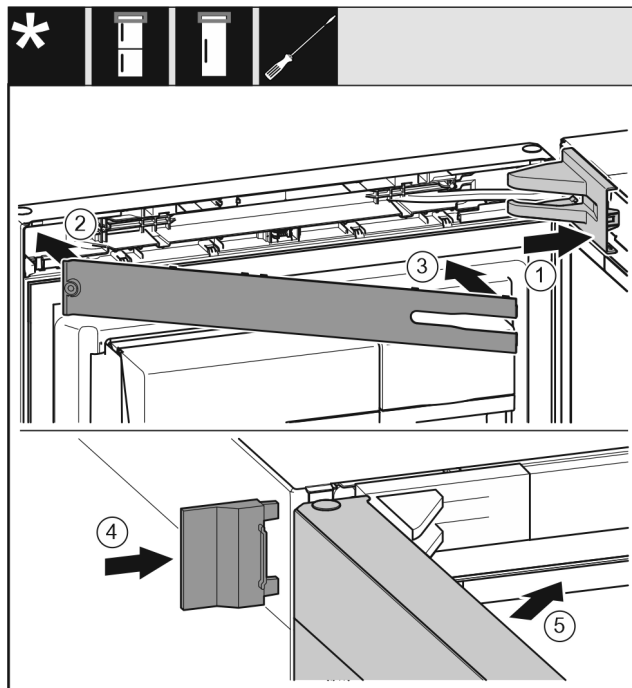

Fig. 31
- ▶ Coloque la cubierta del soporte del cojinete Fig. 31 (1) y encájela en su sitio, separándola con cuidado si es necesario.
- ▶ Coloque la tapa ciega Fig. 31 (2).
- ▶ Tapa ciega Fig. 31 (3)
- ▶ Coloque por deslizamiento la cubierta exterior Fig. 31 (4).
- ▶ Cierre la puerta superior Fig. 31 (5).